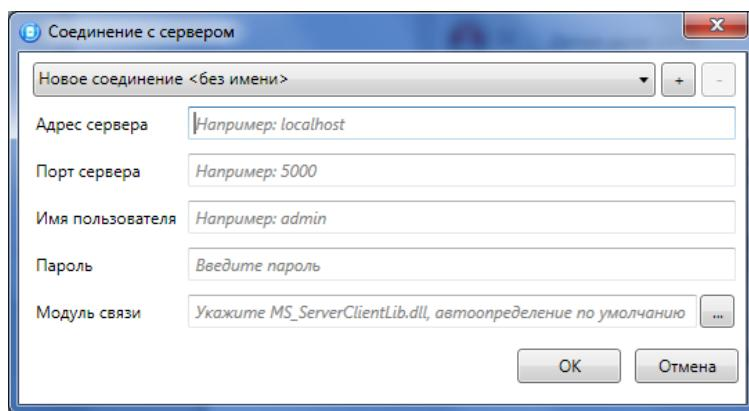

Рисунок 4.11 — Подключение к серверу STEMAX
**Шаг 1:** установите подключение к серверу STEMAX. Для этого в меню *Файл* выберите *Подключиться к серверу ПЧН или* нажмите кнопку  . В окне авторизации (см. рисунок 4.11) введите данные в соответствии с таблицей 2.1 и нажмите кнопку *OK*.